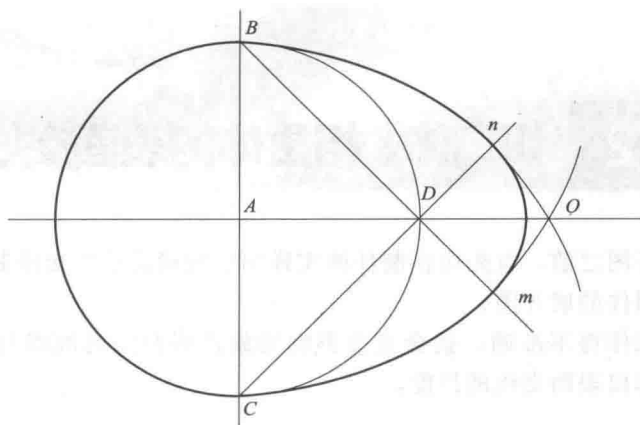

图 1-7 蛋圆形画法 (一)
1. 蛋圆形的第一种画法 (图 1-7)
- ① 先以 A 点为圆心画圆, 分别以交点 B 和交点 C 为圆心, 以 BC 和 CB 为半径画弧相